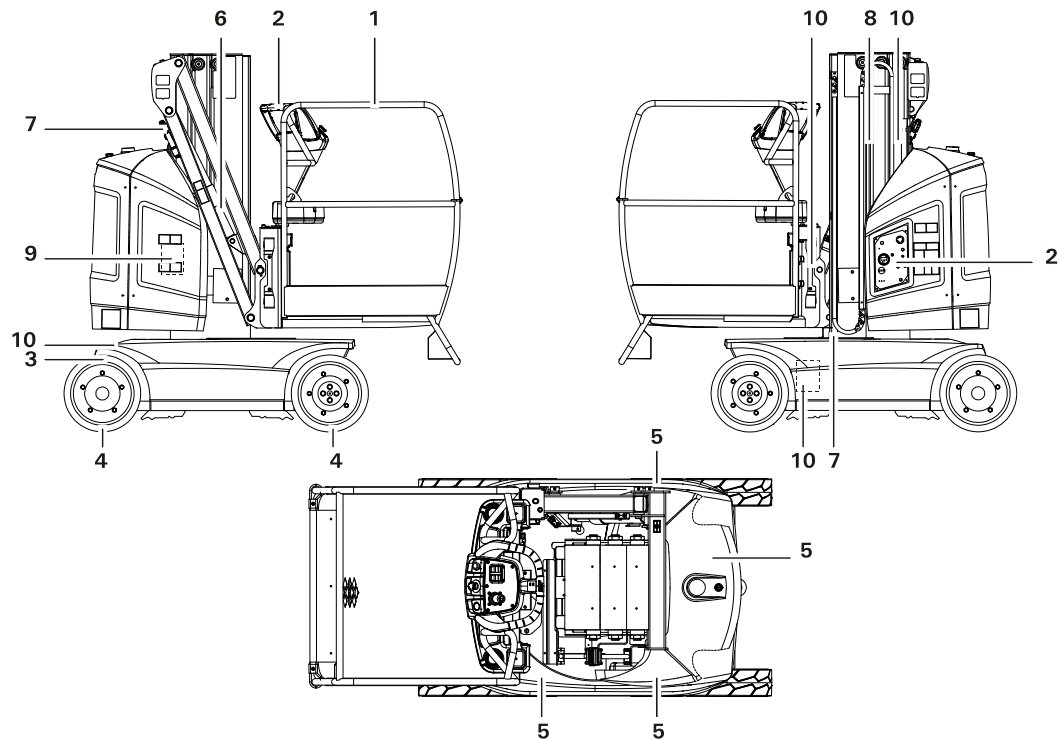

Figure 2-1. Ronde d'Inspection Quotidienne
5. **Ronde d'Inspection** – Voir Figure 2-1.